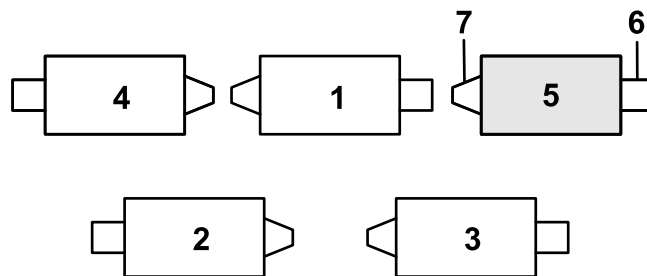

Figura 12
1. Si la chaveta está instalada en el orificio trasero de la varilla de compensación del muelle, retire la chaveta e introdúzcala en el orificio situado junto al soporte (Figura 12).